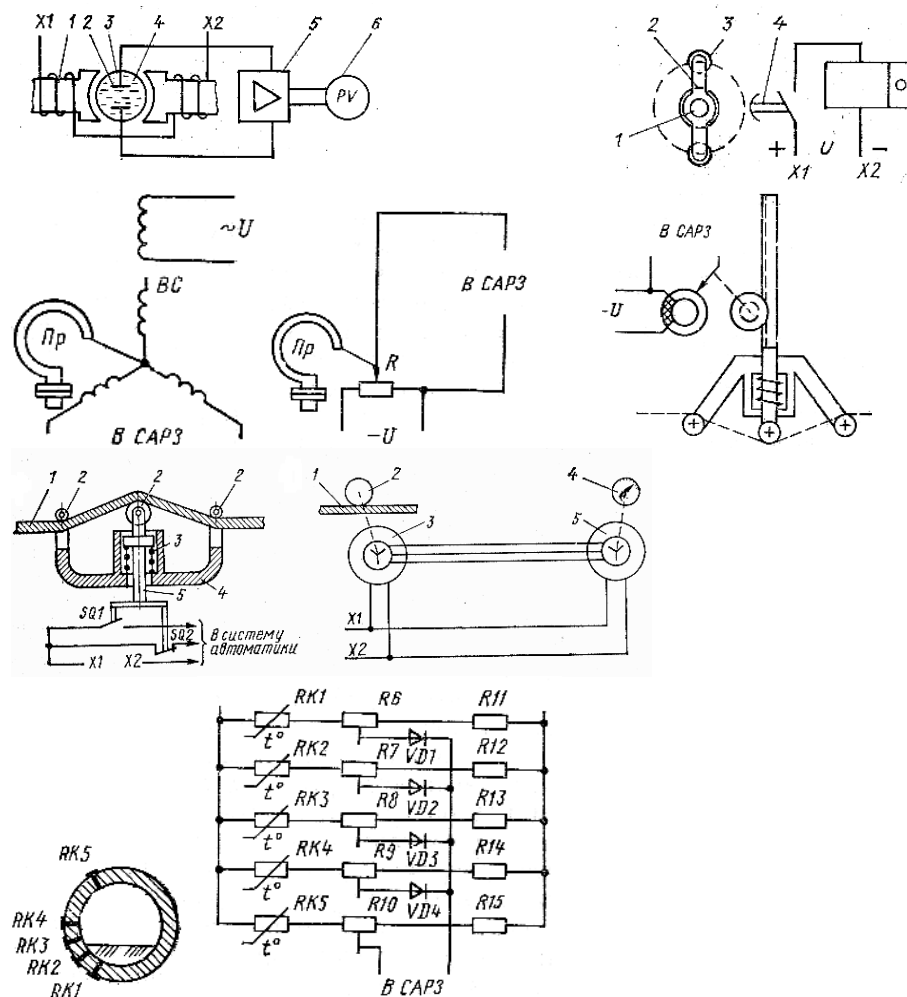

Рис. 3
3. Назвать элементы и назначение в приборах технологического контроля работы земснаряда (рис.3). Объяснить принцип работы данных приборов.